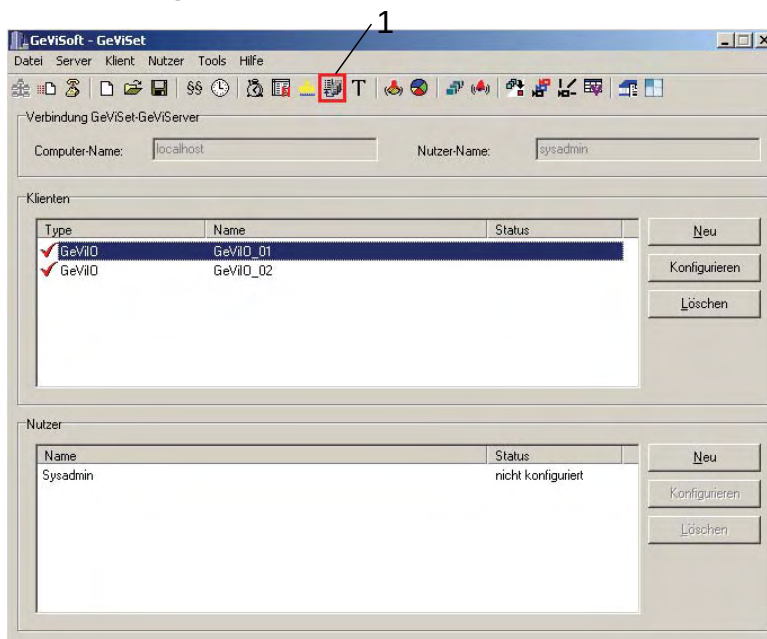
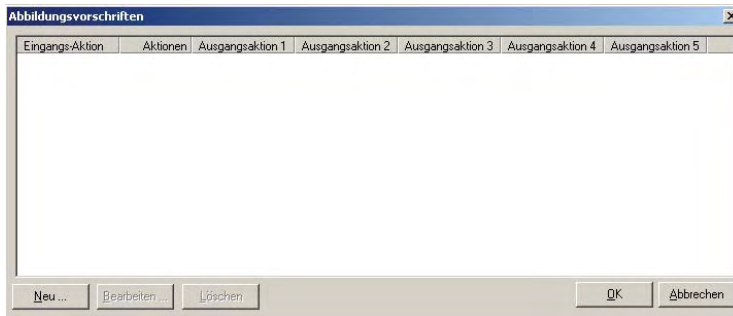

Abbildung 8-15: GeViSoft Abbildungsvorschriften
Abbildung 8-16: Dialog Abbildungsvorschriften
- Um die GeViSoft Abbildungsvorschriften zu editieren, wählen Sie die Taste „Abbildungsvorschriften“ (roter Rahmen 1 in Abbildung 8-15). Es öffnet sich der Dialog zur Eingabe neuer Abbildungsvorschriften (Abbildung 8-16).